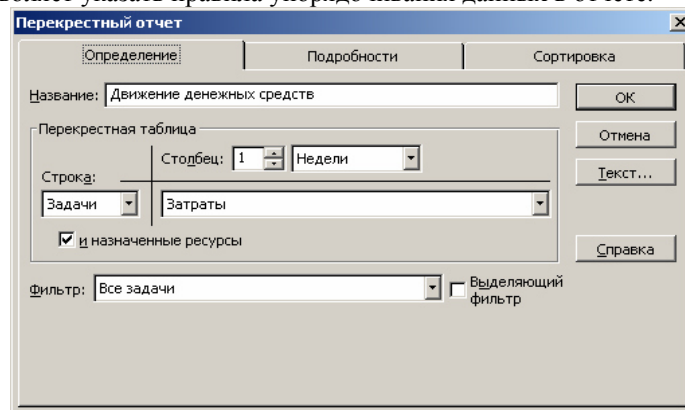

Рис. 5.7. Настройка отчета «Движение денежных средств»
- 1) «Определение» — обеспечивает выбор данных, подлежащих включению в отчет (рис. 5.7.);